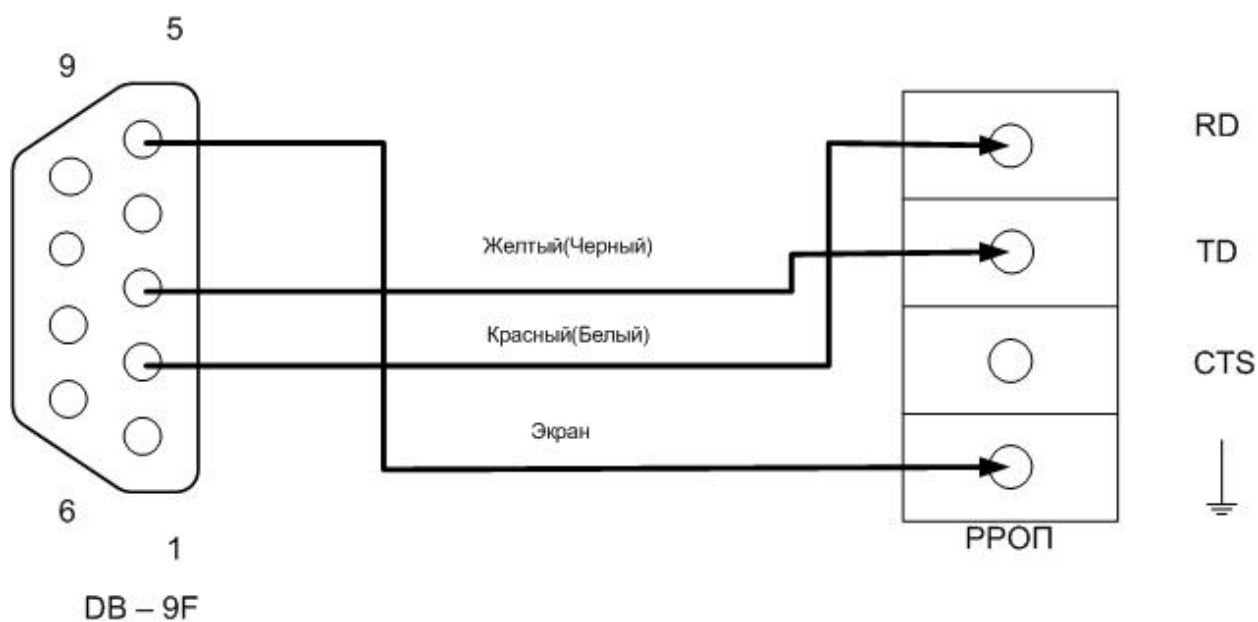

Рисунок 2
- Разъем «RS232» - предназначен для подключения изделия к сопрягаемому устройству при помощи «нуль модемного» кабеля (DB9F<>DB9F) или программирования изделия. Также можно подключить изделие к винтовой клеммной колодке РРОП «Стрелец» при помощи кабеля из комплекта см. Рисунок 2.